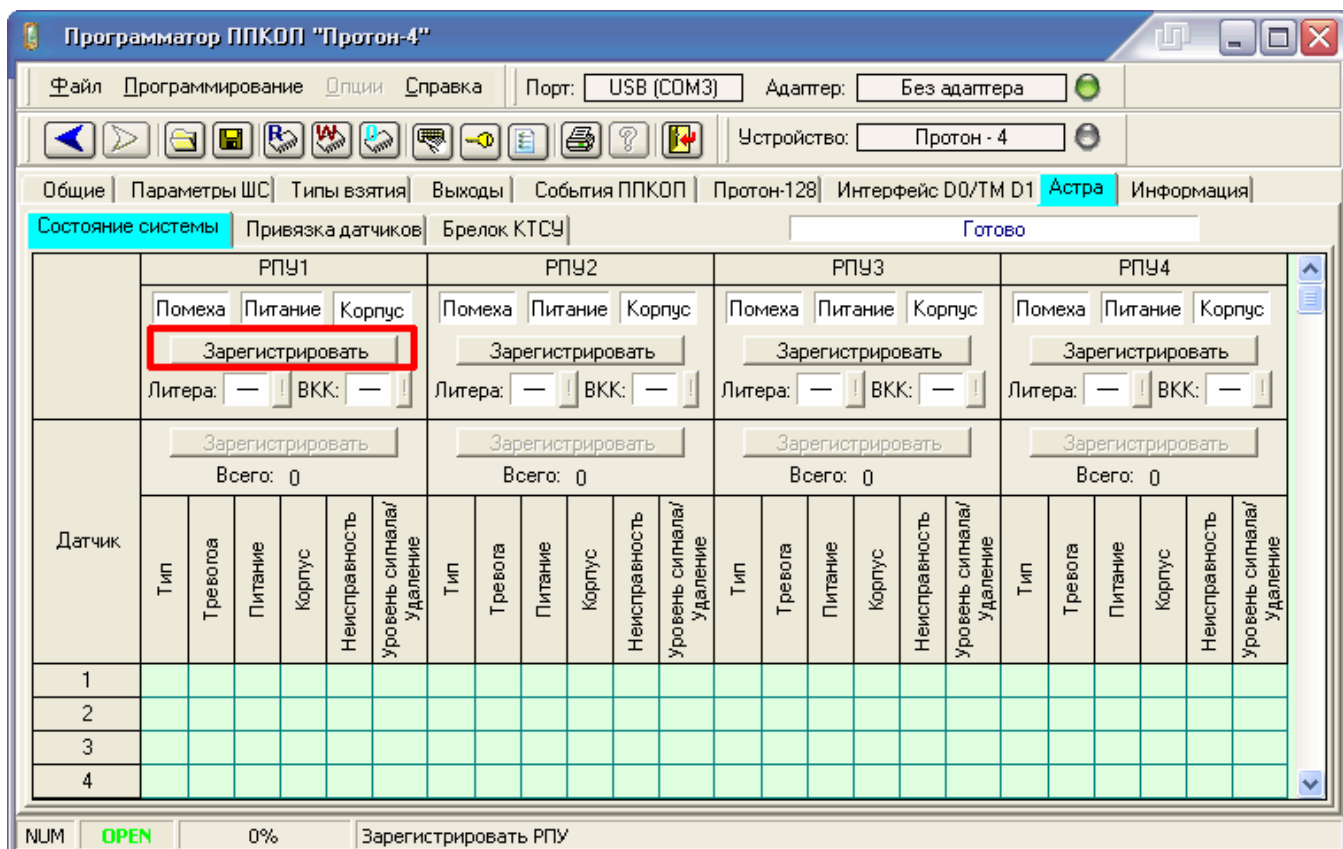

Рисунок 22 – Регистрация РПУ
3) Зарегистрировать РПУ. С использованием Программатора зайти на вкладку «Астра. Состояние системы» (см. рисунок 22). Регистрация РПУ производится нажатием кнопки «Зарегистрировать» (РПУ). РПУ, подключенный к прибору, будет зарегистрирован. При необходимости изменить литеру и время контроля канала (ВКК) (см. рисунок 22).